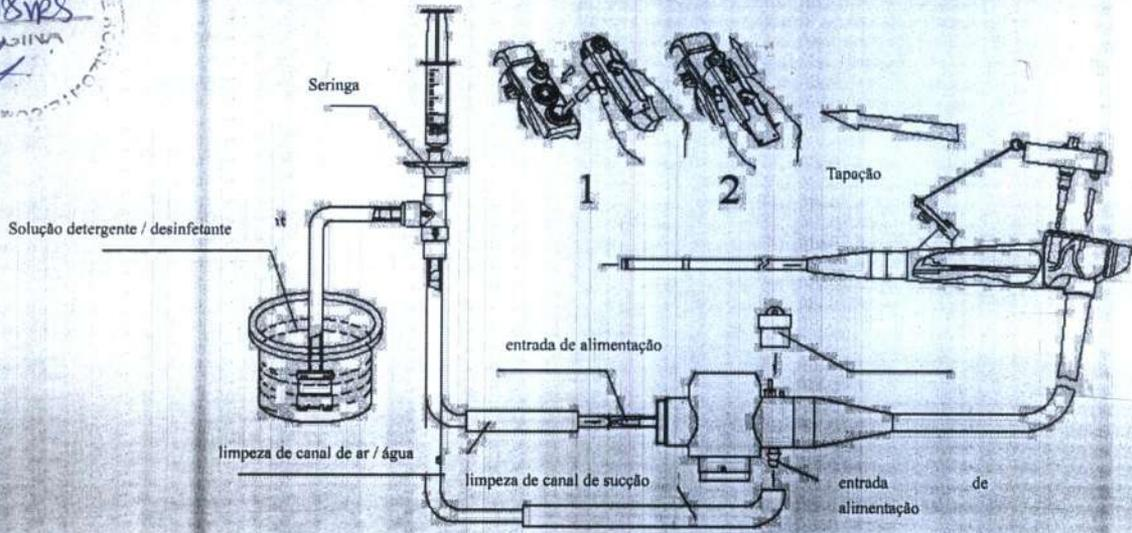

Figura 4.3
- △ Antes de limpar o tubo de ar / água, ligar o tubo de purga da limpeza do tubo (desinfetante) com a articulação de abastecimento de ar no conector de guia de luz. Enquanto isso, conecte a limpeza do tubo (desinfetante) ao conector com o recipiente de água e o cilindro de ar / água do endoscópio. Em seguida, colocar a válvula de entrada do líquido de limpeza do tubo (desinfetante) na solução detergente, e repetidamente aspirar a seringa, para lavar o tubo de conduta de ar / água. (Para o método de conexão e operação, consulte a figura 4.3 Limpeza e Desinfecção do Tubo)
- Δ Antes de limpar os tubos de sucção e os tubos do canal de instrumento, conecte o tubo de purga da limpeza do tubo (desinfetante) ao conector de sucção no conector de guia de luz. Enquanto isso, ligar o aspirador de banheira (desinfetante) ao cilindro de sucção e a porta de biópsia do endoscópio. Em seguida, colocar a válvula de entrada da limpeza do tubo (desinfecção) na solução detergente, e repetidamente aspirar a seringa, para lavar os tubos de aspiração e de canal de instrumento. (Para o método de conexão e operação, consulte a Figura 4.3 Limpeza e Desinfecção do Tubo.)